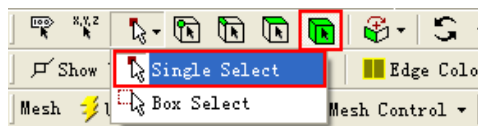

图 3-51 图形工具栏
**步骤 04** 单击图形工具栏中的选择模式下的  Single Select (点选) 按钮, 然后单击  (选择体) 按钮, 如图 3-51 所示。